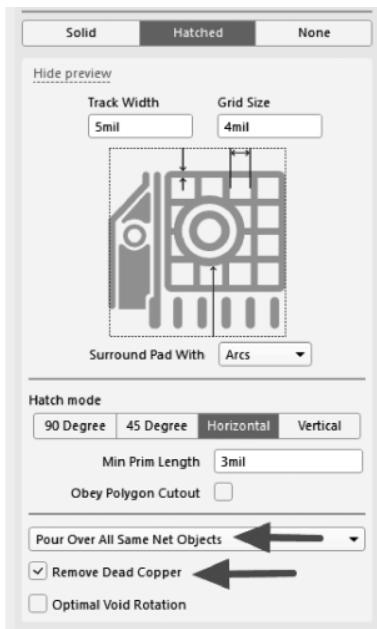

图 12-17 铺铜设置
(1) 在铺铜设置状态时，设置好移除孤铜选项：如图 12-17 所示，勾选“Remove Dead Copper”选项。同时，通过线宽、间距设置适当增大铺铜线宽和间距，可以减少孤铜的出现；也不宜设置过大，否则将造成平面分裂变大，一般推荐线宽值 5mil，栅格值 4mil。